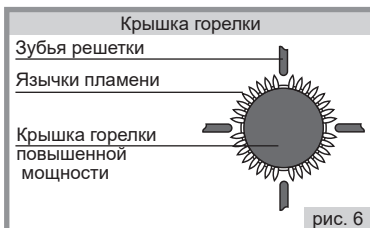

рис. 6
■ Для снижения обгорания эмали на зубьях решётки необходимо ориентировать крышку горелки повышенной мощности (большая горелка) относительно зубьев решетки согласно рисунку (рис.6).